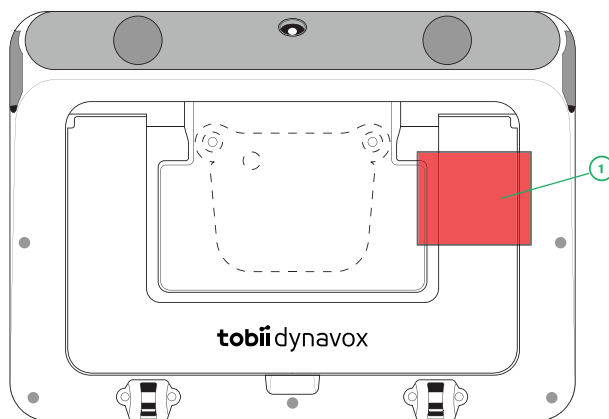

Figure C.1 Zone de limite maximale de température
i. Pour en savoir plus sur les limites maximales de température, voir Figure C.1 Zone de limite maximale de température , page 28. ii. L'acronyme EI désigne le terme Équipement Informatique, comme par exemple des ordinateurs, des tablettes etc.